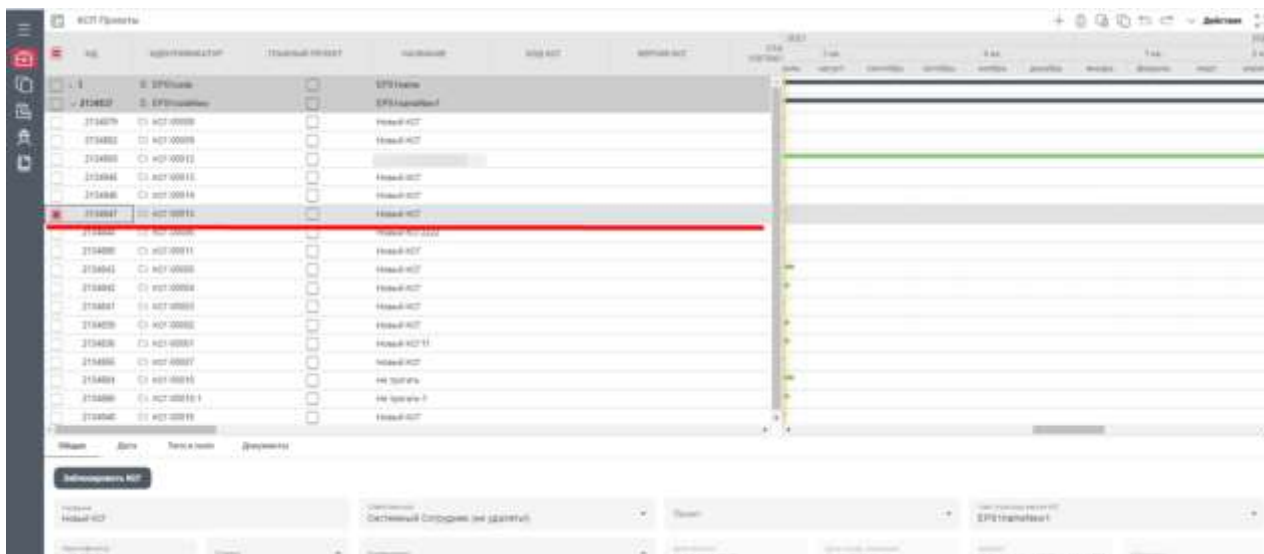

Рисунок 55 – Раздел «Проекты», выбор проекта
1. Выделить КСГ в разделе «Проекты», в папке «Рабочие КСГ» (Рисунок 55)